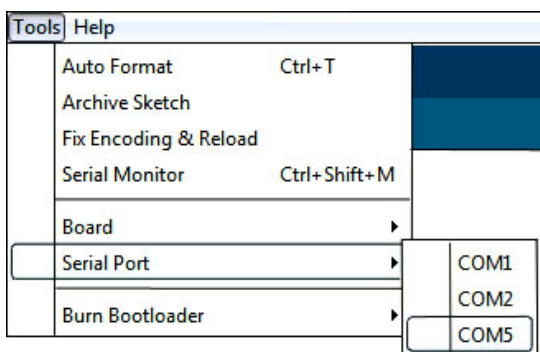

Рис. 12. Выбор COM-порта в среде Ардуино IDE
6. Выберите нужный COM-порт (рис. 12).